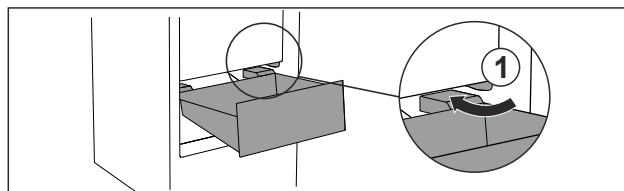

Fig. 27
- ▶ Zásuvku ved'te šikmo podél zarážek Fig. 27 (1).